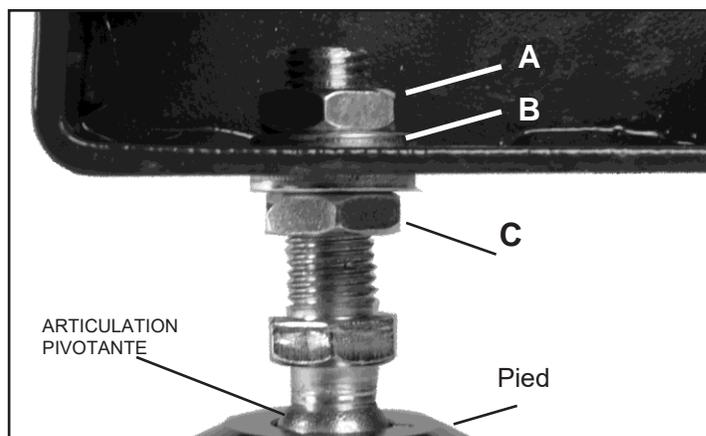

FIG. 3
2. Les pieds réglables ont deux écrous hexagonaux et rondelles assemblés sur leurs arbres filetés. Retirez l'écrou supérieur et la rondelle (Fig. 3, A) et laissez l'écrou inférieur et la rondelle sur l'arbre. L'écrou inférieur sera utilisé pour régler le niveau du tour ultérieurement. Figure 3.
REMARQUE : Une fois que la tour à bois est assemblée et à son emplacement final, ajustez le bas de l'écrou (s) (Fig. 3, C) qui sont juste sous le bas du pied pour régler la hauteur désirée de fuseau et pour niveler la tour à bois. Une fois réglés, serrez les écrous supérieurs pour fixer les pieds réglables en position.